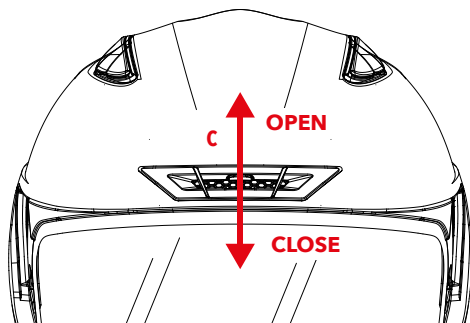

FIGURE 7
### ENTREE D'AIR AVANT – C – Figure 7
- Figure 7: Faites glisser le curseur central vers le bas pour fermer l'entrée d'air, faites-le glisser vers le haut pour l'ouvrir.